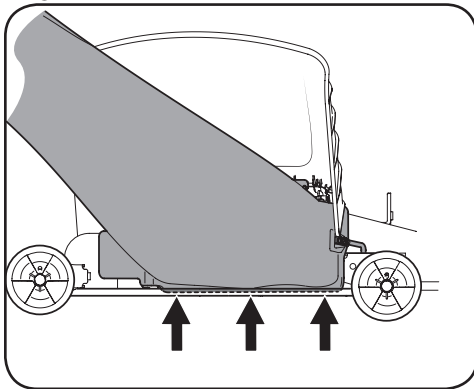

Figura 4-27
- Inserte el extremo del codo del canal de descarga (1) en el orificio suministrado en el montaje de rueda de la plataforma tal como se muestra en el recuadro de la Figura 4-27.
- Gire el canal de descarga hacia atrás hasta que el orificio del codo del canal de descarga se alinee con el pasador del adaptador de plataforma. Mueva el codo de descarga hacia abajo hacia ese pasador como se muestra en 2 de la Figura 4-27.